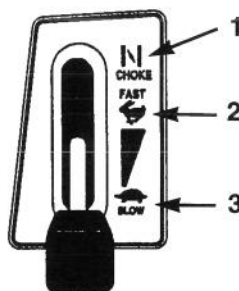

Figure 10
5. Mettre la commande des gaz sur CHOKE (STARTER) (Fig. 10).
6. Tourner la clé de contact dans le sens horaire et la garder à la position START (DEMARRAGE) (Fig. 10). Relâcher la clé quand le moteur démarre.
7. Quand le moteur a démarré, amener lentement la commande des gaz sur FAST (RAPIDE) (Fig. 10). Si le moteur cale ou hésite, ramener la commande des gaz sur CHOKE pour quelques secondes. Ramener ensuite la commande sur FAST. Renouveler l'opération le cas échéant.
1. Mettre la commande des gaz sur SLOW (LENT) (Fig. 10).